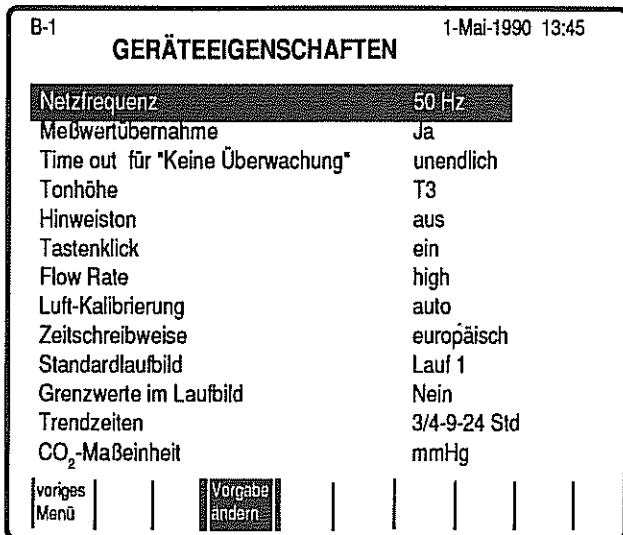

Bild 25
- * Möchten Sie eine Eigenschaft verändern, so drücken Sie **F4:Vorgabe ändern**. Die erste Zeile der Liste erscheint hell hinterlegt, als Zeichen, daß die Netzfrequenz verändert werden kann. (Bild 25)